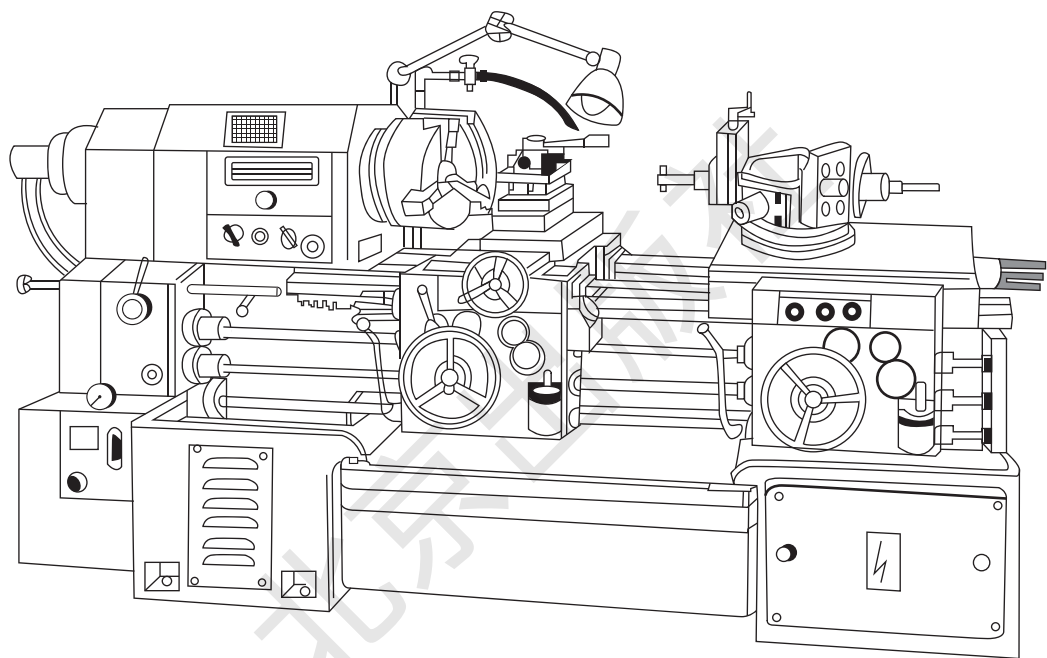

图 1-3 转塔车床
(1) 普通车床:加工对象广,主轴转速和进给量的调整范围大,能加工工件的内外面、端面和内外螺纹。这种车床主要由工人手工操作,生产效率低,适用于单件、小批生产和修配车间。
(2) 转塔车床和回转车床:具有能装多把刀具的转塔刀架或回轮刀架,能在工件的一次装夹中由工人依次使用不同刀具完成多种工序,适用于成批生产。如图 1-3 所示。